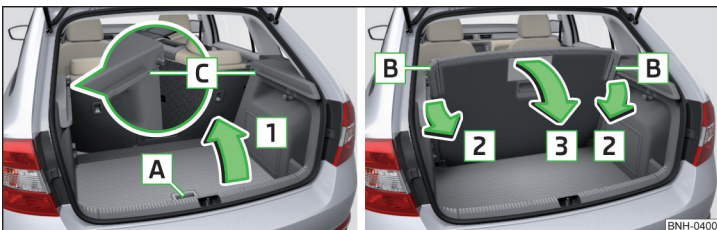

Fig. 89 Reglarea poziției de parcare / rabatarea în jos din poziția de parcare
- Prindeți podeaua variabilă de mânerul **A** » fig. 89.
- Apăsăți pe colțurile rabatabile **B** » fig. 89 pe ambele părți ale podelei variabile în sensul săgeții **2** și desprindeți-le din pozițiile **C**.